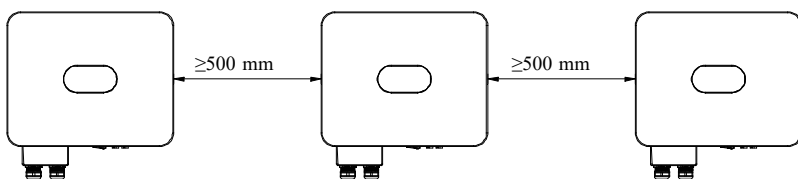

Abbildung 4.5 Installation von nebeneinander angeordneten Wechselrichtern
(3) Wenn Sie mehr als einen Wechselrichter installieren möchten, halten Sie bitte einen gewissen Abstand zwischen sowie über/unter den Wechselrichtern ein (siehe Abbildung 4.5), um die Wärmeableitung zu erleichtern.